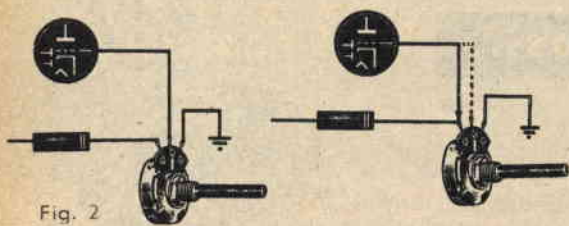

Fig. 2
92. - Controllare il potenziometro di volume. Tale controllo potrà facilmente eseguirsi facendo funzionare il ricevitore in posizione FONO. Nel caso il controllo di volume risponda, il guasto dovrà ricercarsi nei circuiti di media frequenza. Nell'eventualità invece il controllo non risponda, balzerà evidente che il terminale centrale del medesimo (cursore) risulta fuori uso, per cui provvederemo alla sostituzione. Per il controllo d'efficienza del potenziometro risulterà sufficiente dissaldare il collegamento centrale del medesimo (fig. 2) e collegarlo a quello laterale che si inserisce al condensatore.
102. - La distorsione può crearsi a motivo della interruzione della resistenza di griglia (vedi Sistema Pratico n. 10-58, fig. 2, pag. 637). Medesimo inconveniente si verifica se il potenziometro risulta avariato. In tal caso — ruotandolo — si noterà come l'aumento o la diminuzione del volume non risulti regolare. Nel primo caso sostituiamo la resistenza di griglia, nel secondo il potenziometro di volume.